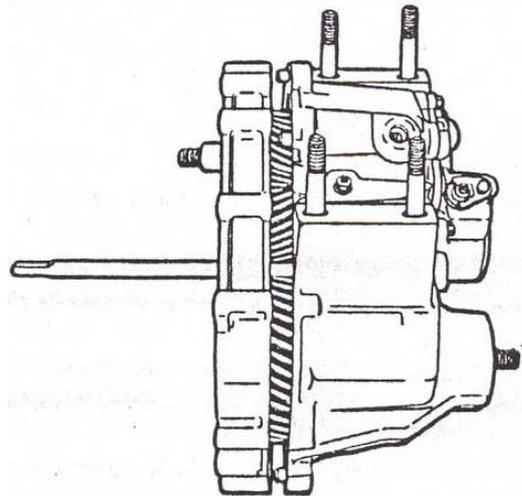

Рис. 6.7 Разъединение переднего и заднего картеров
- разъединить передний и задний картеры за специальные приливы заднего картера (см. рис. 6.7);